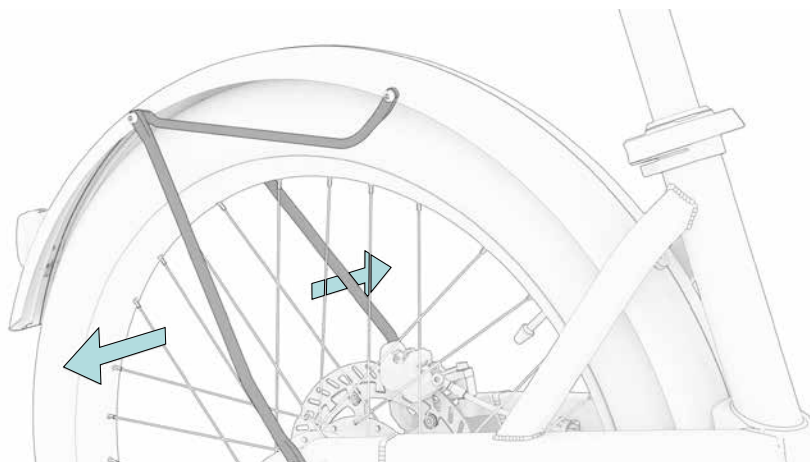

Fig. 5
Les traverses du garde-boue Hebie Wingee sont vissées à trois endroits à droite et à gauche. On les dévisse avec une clé Torx de 25 pour libérer les points de vissage pour la fixation du garde-boue au porte-bagages. Utilisez la tôle de raccordement prévue ③ (fig. 5, 6, 7).